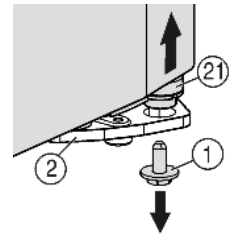
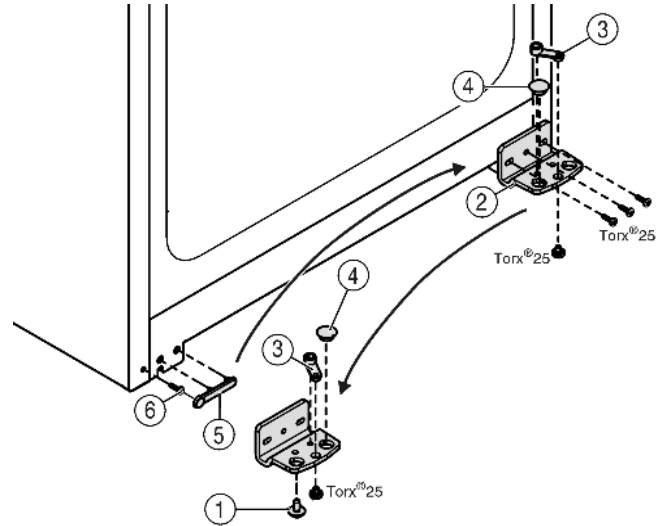

Fig. 4
Fig. 5
- ▶ Dévisser la vis de blocage du support d'appui Fig. 4 (1) en bas à droite.
- ▶ Le pivot d'appui Fig. 4 (21) se desserre du support d'appui Fig. 5 (2).
- ▶ Si le pivot d'appui Fig. 4 (21) ne se débloque pas poussez-le par le bas.
- ▶ Dévisser le support d'appui Fig. 5 (2).
- ▶ Dévisser l'élément pivotant Fig. 5 (3) et le permuter dans le trou opposé du support d'appui, revisser à fond.
- ▶ Retirer le bouchon Fig. 5 (4) du support d'appui et le placer dans le trou du côté opposé au support d'appui.
- ▶ Retirer le cache Fig. 5 (5) côté poignée avec précaution.
- ▶ Retirer la vis Fig. 5 (6) et la revisser sur le côté opposé.
- ▶ Remettre en place le cache Fig. 5 (5).
- ▶ Revisser le support d'appui Fig. 5 (2) sur le nouveau côté charnière, en utilisant une visseuse sans fil si nécessaire, avec un couple de serrage de 4 Nm.
- ▶ Visser la vis d'arrêt Fig. 4 (1) en bas dans le pivot d'arrêt et la serrer à fond (avec 4 Nm).